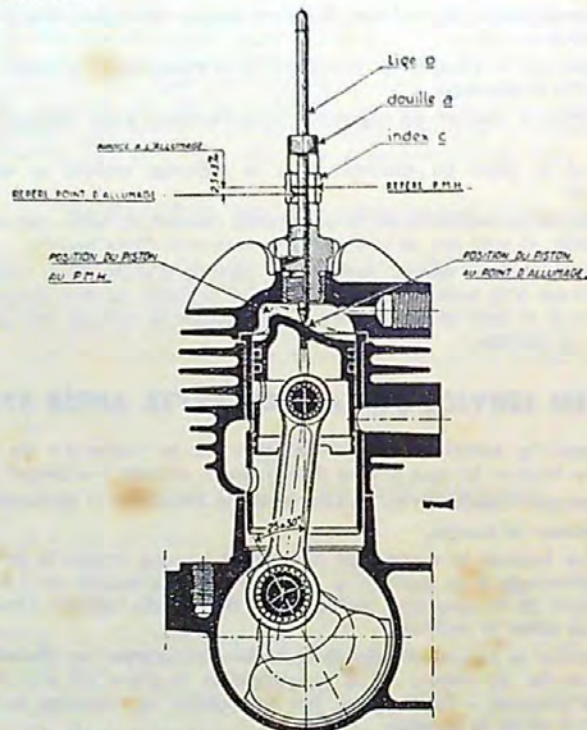

Fig. 10 - Réglage de l'avance à l'allumage pour volant dit, à droite, c'est-à-dire tournant dans le sens des aiguilles d'une montre.
c) Le calage du volant sur le vilebrequin doit être effectué de manière que l'ouverture des vis platinées (moment où les repères du rotor et du stator coïncident) ait lieu 27° ou 30° avant le point mort haut (avance à l'allumage) ; ce qui correspond à 2,5 à 2,7 mm sur la course du piston (voir fig. 10).